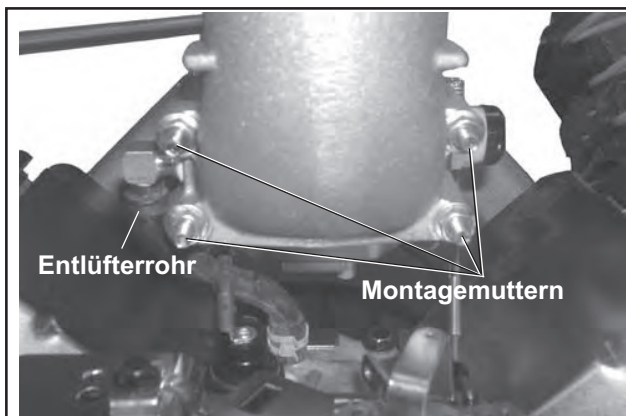

Abbildung 9-12. Entlüftungsschlauch, Montageschrauben und Adapter-Kurvenstück (Darstellung zweizylindriges Modell).
2. Die beiden Schrauben (Modelle mit einzyldrigem Vergaser), oder die geflanschten Sechskantschraubbolzen (Modelle mit zweizylindrigem Vergaser) entfernen, mit denen Adapter oder Kurvenstück befestigt sind. Siehe Abbildung 9-12.